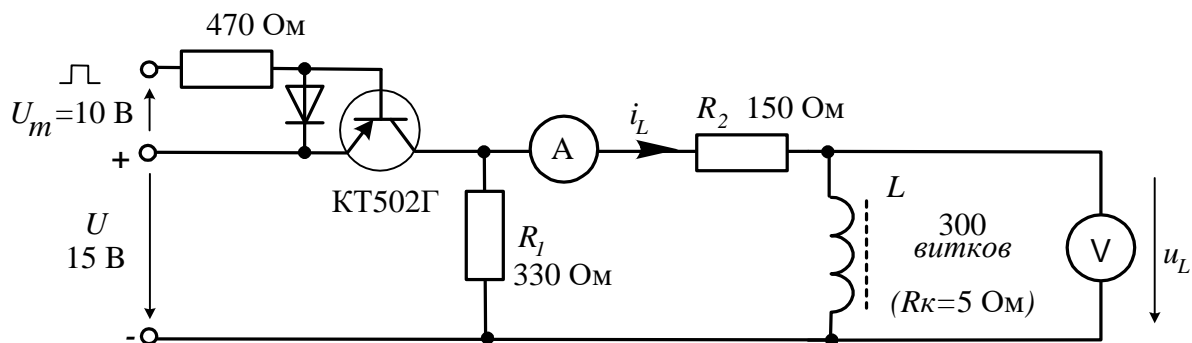

Рисунок 1 – Схема для определения докоммутационных и послекоммутационных начальных значений
1.1. Соберите цепь согласно схеме (рис. 1), включив в неё вместо изображенных измерительных приборов соответствующие гнезда коннектора.